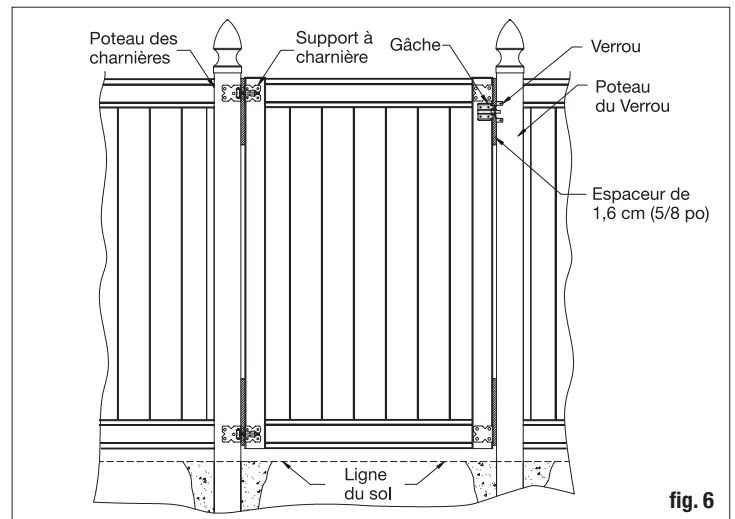
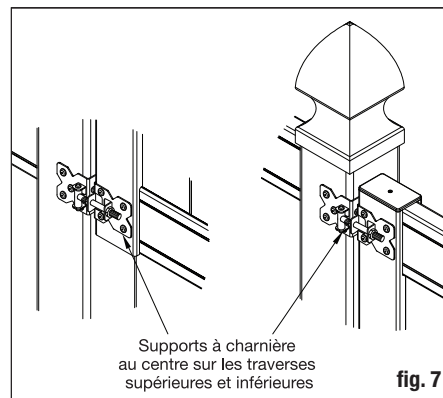

fig. 6
fig. 7
Insert the lattice channels on both ends of the lattice between the top rail and H-rail (fig. 6).
Place gate jambs on both sides of the rails and place the hinges on the gate jamb so they are aligned with the rails. Using the bracket as a guide, drill the four (4) necessary 1/4" holes for the bracket bolts. Repeat these steps for the hinged brackets as well (fig. 7). Ensure the rails are fully inserted in the jamb before drilling. The bolts need to go through the jamb and rail to function properly.
Insérez les profilés du treillis à chaque extrémité du treillis entre la traverse supérieure et la traverse en H (fig. 6).
Placez les montants de la barrière sur les deux côtés des traverses et placez les charnières sur les montants de la barrière afin qu'elles soient alignées avec les traverses. Utilisez les supports comme guide et percez les quatre (4) trous de 6 mm (1/4 po) nécessaires aux boulons des supports. Répétez également ces étapes pour les supports à charnière (fig. 7). Veillez à ce que les traverses soient complètement insérées dans le montant avant de percer. Les boulons ont besoin de traverser le montant et la traverse pour fonctionner correctement.
Suspendez la barrière entre les poteaux. Utilisez un espaceur de 1,6 cm (5/8 po) entre la barrière et les poteaux (fig. 6). Fixez en place à l'aide de cales sous la barrière ou immobilisez le montant de la barrière au poteau avec un serre-joint. Veillez à ce que la barrière soit à niveau et à l'équerre. Attachez les supports à charnière au poteau de la barrière à l'aide des vis fournies (fig. 7).
Inserte los canales del enrejado en ambos extremos entre el barandal superior y el barandal H (fig. 6).
Coloque las jambas de la puerta en ambos lados de los barandales y coloque las bisagras en la jamba de la puerta de forma que se alineen con los barandales. Utilizando el soporte como guía, perforo los cuatro (4) agujeros necesarios de 1/4" para los pernos del soporte. Repita estos pasos para los soportes de bisagras también (fig. 7). Asegúrese de que los barandales estén completamente insertados en la jamba antes de perforar. Los pernos tienen que ir a través de la jamba y el barandal para que funcionen correctamente.